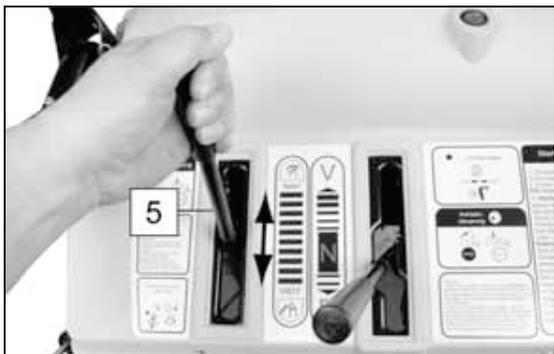

Bild 28.
Die Verstellung kann auch während des laufenden Betriebs erfolgen. Dazu rastet bei gedrücktem Betätigungshebel für den Fahrtrieb (3) der Betätigungshebel für die Fräseinheit (7) ein und kann losgelassen werden. Nach Loslassen des Fahrhebels stoppt automatisch auch die Fräseinheit (siehe Bild 28).
- Stellen Sie mit der Verstellkurbel (9) die Richtung ein, in die der gefräste Schnee vom Auswurfschacht (13) ausgeworfen werden soll. Der Schacht lässt sich um insgesamt 190° drehen.